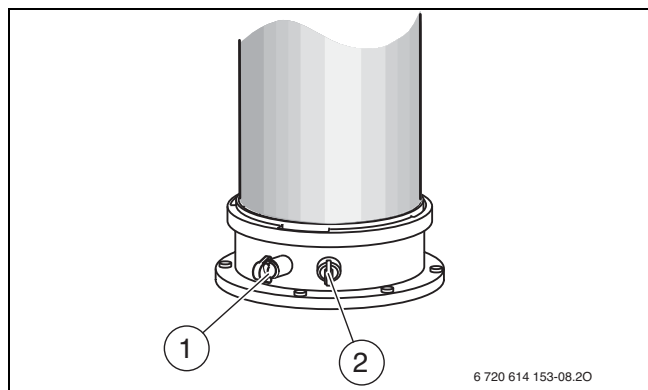

Fig. 55 Buse de mesure des fumées et de l'air de combustion
- ▶ Retirer le bouchon de la buse de mesure des fumées [1] (→ fig. 55).